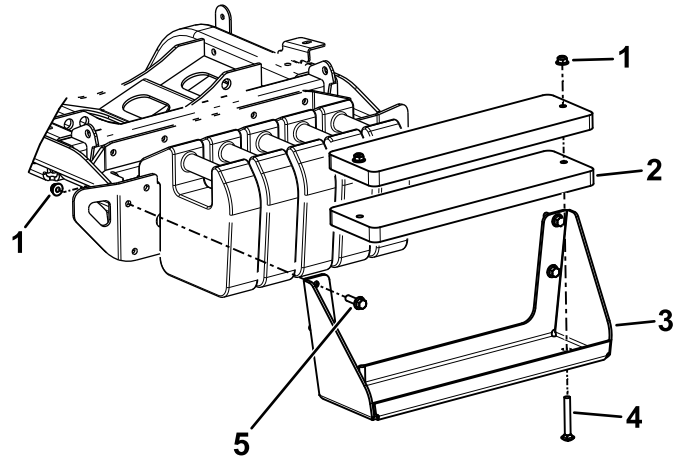

Рисунок 1
1. Используйте 4 болта с шестигранными головками для крепления кронштейна груза к бамперу (Рисунок 1).
2. Используйте 2 каретных болта и 2 гайки для крепления грузов к кронштейну груза (Рисунок 1).